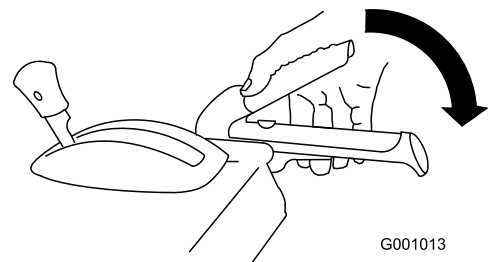

Figura 37
2. Innestate la leva della coclea/ventola e mantenetele in posizione (Figura 37).